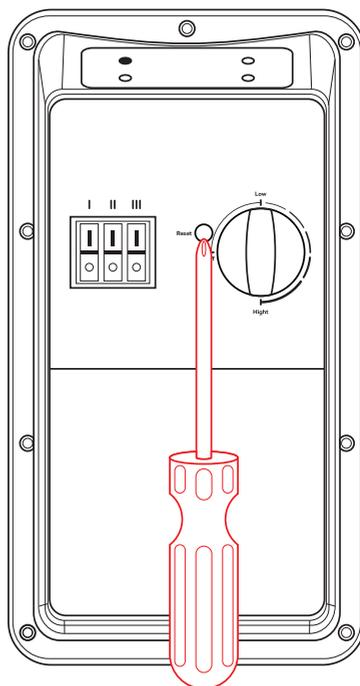

Рис. 3
При повышении температуры воды выше значения  $+90^{\circ}\text{C}$  срабатывает термовыключатель, экстренного отключения ТЭНа. Для возврата прибора в рабочее состояние необходимо нажать до щелчка кнопку термовыключателя (Рис. 3).
Рестарт ограничителя температуры: после срабатывания защиты от перегрева сначала выключите питание, затем сдвиньте сдвижную крышку блока управления вверх, вставьте отвертку (диаметр головки  $> \text{Ø}6 \text{ мм}$ ) в отверстие RESET, как показано на Рис. 3, нажмите до щелчка для возврата пружины термоограничителя.
5. Водонагреватель оснащен термовыключателем, который прекратит подачу электроэнергии к ТЭНу, при перегреве воды. Если водонагреватель включен в сеть, но не происходит нагрев воды и не горит индикатор клавиши, значит отключился или не был включен термовыключатель. Для возврата водонагревателя в рабочее состояние необходимо: отключить питание от электроводонагревателя и в отверстие RESET, как показано на Рис. 3., нажмите до щелчка для возврата пружины термоограничителя.